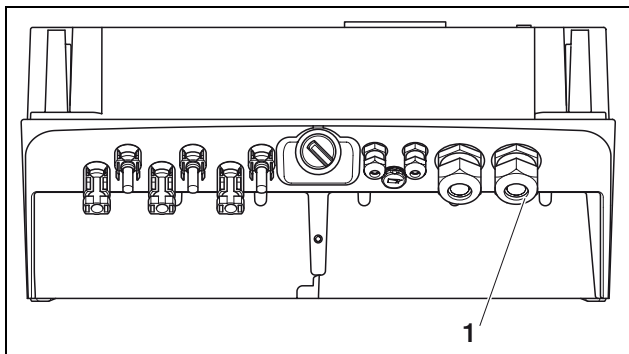

Abbildung 6: Anschlüsse am Gehäuse
- Drehen Sie die Kabelverschraubung für die Netzzuleitung auf (1 in Abbildung 6).